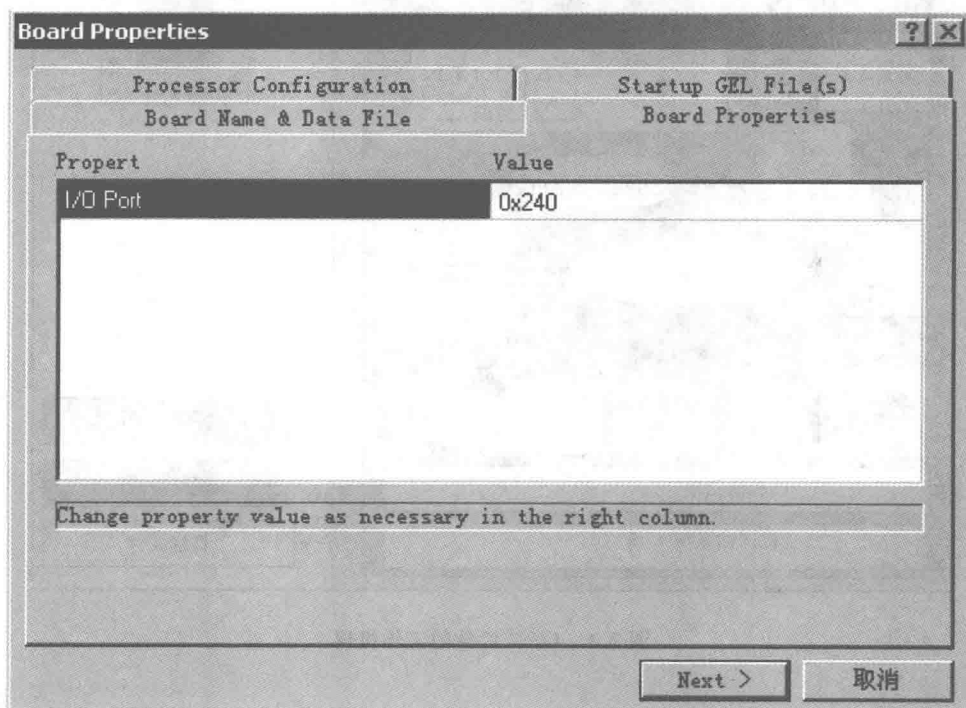

图 1.7 属性设置对话框
(4) 双击 Heterogeneous Multi - Target (Texas Instruments),出现如图 1.7 所示的属性设置对话框,单击 Board Properties 标签,设置 I/O 端口,这里为 0x240。
(5) 单击图 1.7 中的 Processor Configuration 标签,单击 Add Single 按钮将 CPU-1 加入配置,单击 Finish 按钮结束。
(6) 执行菜单命令 File→Save,保存设置,使配置生效。